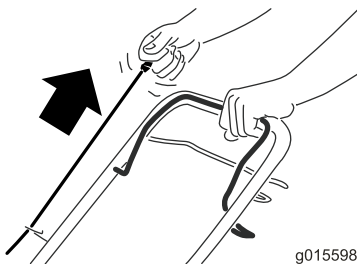

Figura 17
2. Tirate la maniglia dell'avviatore autoavvolgente (Figura 17).